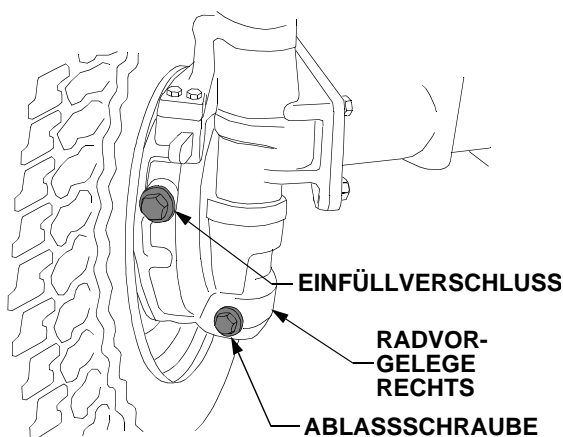

Abbildung 49
- Den Verschluss abnehmen und die Ablassschraube aus dem Vorgelege herausschrauben, um das Öl abzulassen. Siehe Abbildung 49. Nachdem alles Öl abgelassen ist, die Ablassschraube wieder einschrauben.